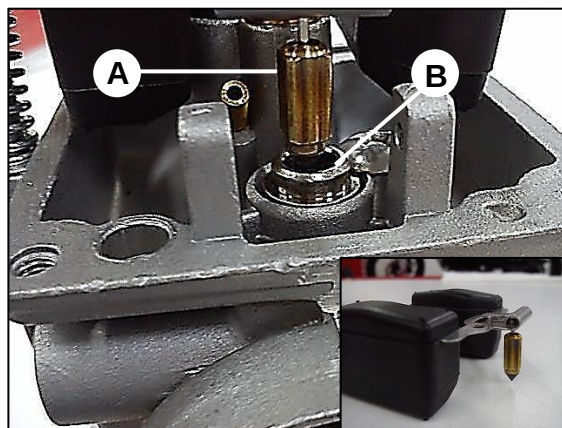

Fig.18
En caso de desgaste o suciedad entre la válvula del flotador (A) y la válvula del asiento (B) o que no estén generando un cierre hermético causando incremento en el nivel de combustible, y en consecuencia una inundación. Se Deben reemplazar ambas partes por unas nuevas. Fig.18